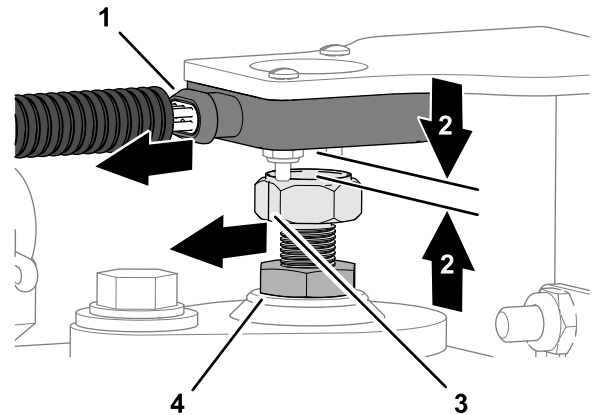

Figure 11
1. Réglez la position de la cible magnétique jusqu'à obtenir un écart de 4 mm entre la cible et la surface du capteur (Figure 11).
2. Tournez la cible magnétique jusqu'à ce que la ligne de repère gravée sur le plat de la cible magnétique soit alignée avec la prise de câblage du capteur (Figure 11).
3. Resserrez l'écrou de blocage (Figure 11).
4. Mesurez l'écart entre la cible et la surface du capteur (Figure 11). L'espace devrait mesurer entre 2 et 4 mm.